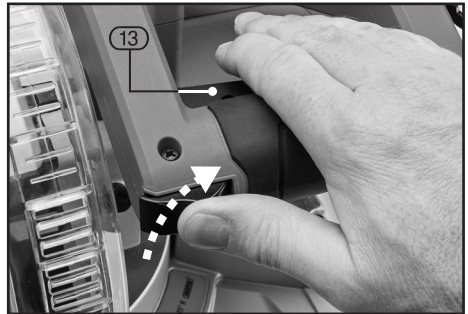

FIG.30
9.2 STARTING THE MITRE SAW – FIGS.30 – 31